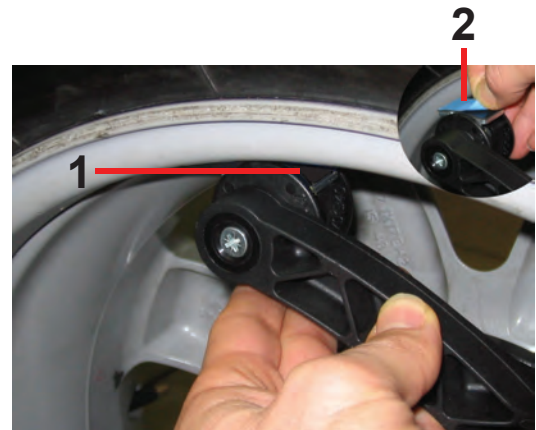

Figura 28b
NOTA: Limpie el área en la que será colocado el peso antes de fijar los pesos adhesivos. En función del desequilibrio detectado, acerque el peso adhesivo adecuado al cabezal del calibre.(1, Figura 28b). Retire la cinta protectora (2) del peso adhesivo y adhiéralo al punto correcto en la llanta.